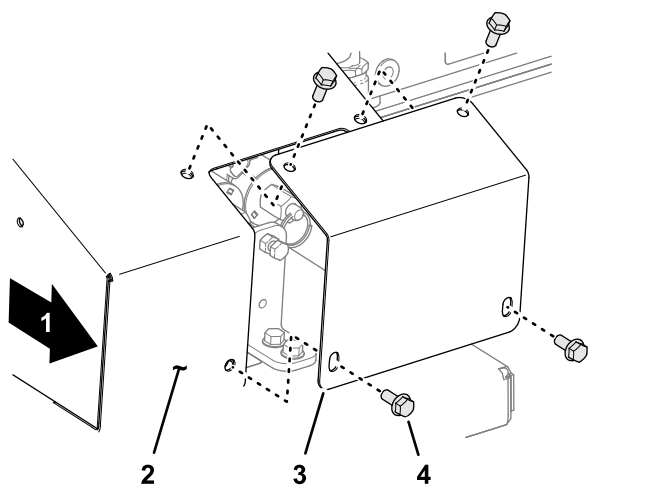

Figure 28
1. Sur le côté droit de la machine, retirez les 4 vis à embase qui fixent le capot de protection au couvercle de la commande manuelle (Figure 28).